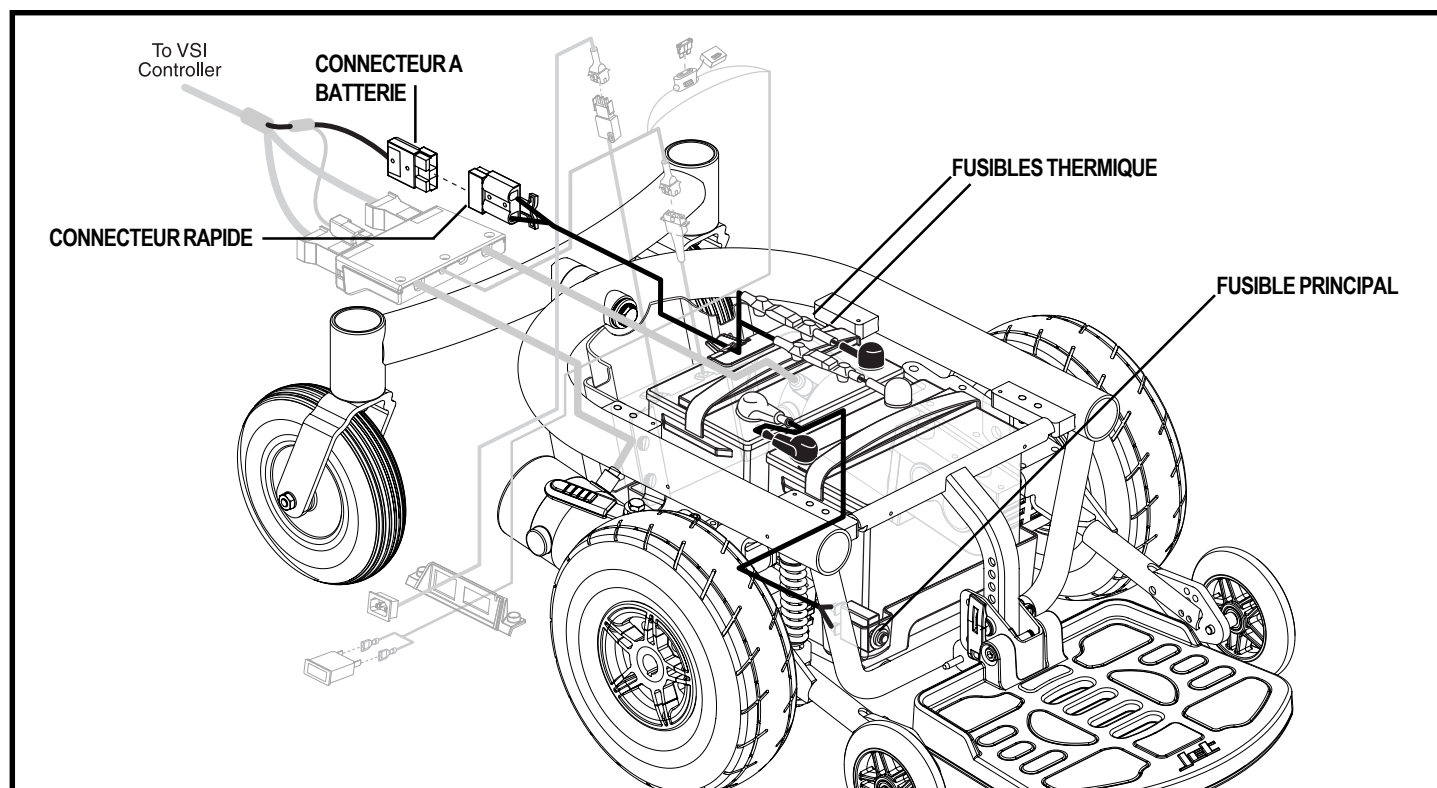

Figure 26. Connecteur à batteries du Jet 3 Ultra
5. Débranchez les connecteurs à batteries. Voir la figure 26.
16. Rebranchez les fils sur la batterie arrière. Voir les figures 26 et 27.
19. Rebranchez les fils sur la batterie avant. Voir les figures 26 et 27.